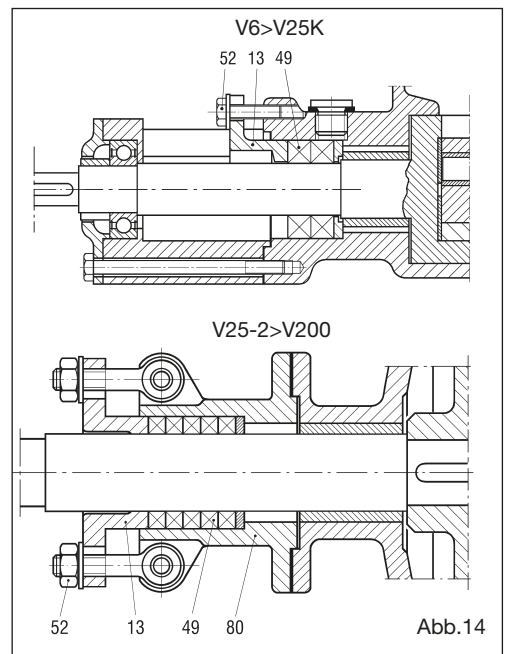
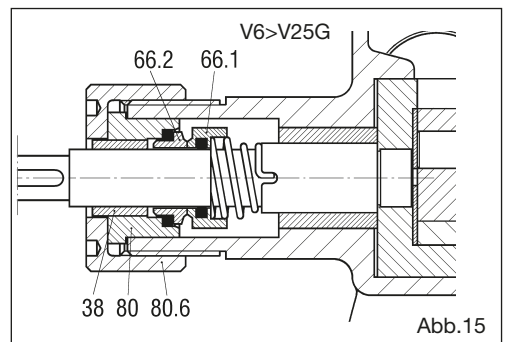

Abb.14
Abb.15
11.7 Entfernung der Packungsdichtung Pumpen aus Guss von V25-2 bis V200 und Pumpen aus Stahl von V6 bis V25 (Abb. 14)
- Die Muttern und die Schrauben (52) lösen und die Stopfbüchse (13) befreien.
- Die Packungsringe (49) unter Anwendung eines Abziehers für Packungen oder eines Schraubenziehers entfernen und ersetzen, nachdem der Sitz sorgfältig gereinigt worden ist. Die neue Packung montieren, die als vollständige Konfektion geliefert wird. Falls eine zu konfektionierende Packung verwendet wird, mit Bezug auf die Achse der Packung mit einem 45°-Schnitt auf das Außenmaß der Welle schneiden.
11.8 Entfernung der mechanischen Dichtung ST5, ST6 Pumpen aus Guss von V6 bis V25 (Abb. 15)
- Die Abdeckung (80.6) abschrauben und die Dichtungshalterung (80) mit dem stationären Teil (66.2) der mechanischen Dichtung herausziehen.